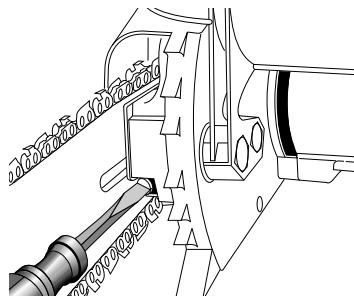
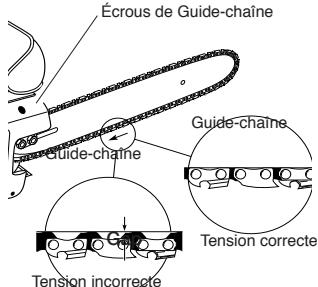

Figure 6 - Comment tourner la vis de réglage
Figure 7 - Réglage de la chaîne
2. Gire el tornillo de regulación en sentido horario hasta que no quede holgura en la cadena (ver la Figure 6). Remarque: No debería haber separación entre los eslabones laterales de la cadena y la parte inferior de la barra guía (ver la Figure 7).